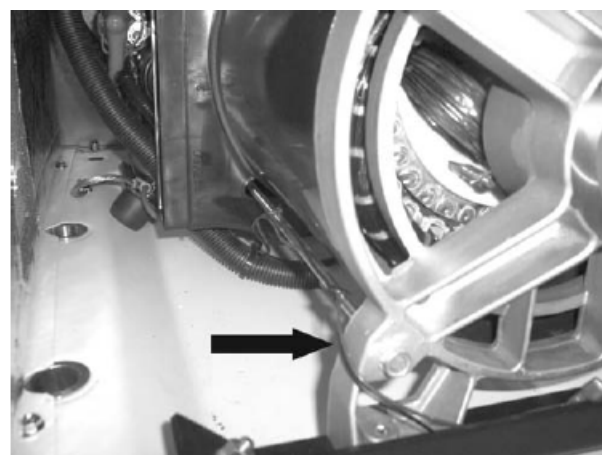

Рисунок 35.
12. Снять провода щеток: С помощью косых острогубцев откусить хомуты, удерживающие провода щеток на наружной стороне статора. Смотреть рисунок 35.